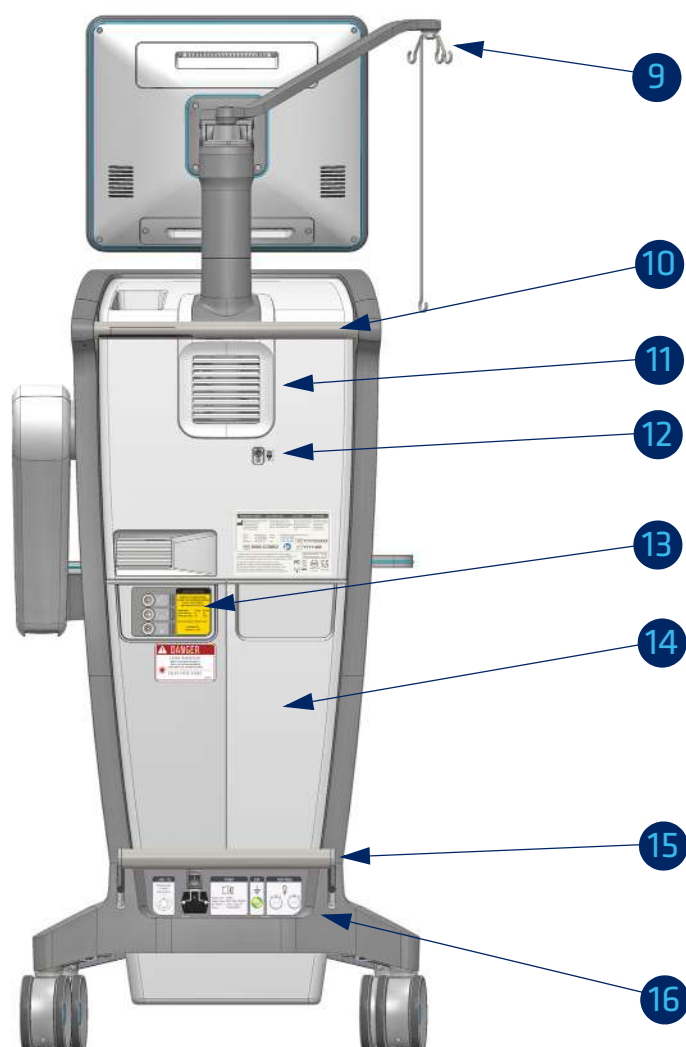

Fig. 5: O Sistema Cirúrgico Oftalmológico, EVA (lado traseiro)
1. Interruptor principal (ver fig. 5, página 43)